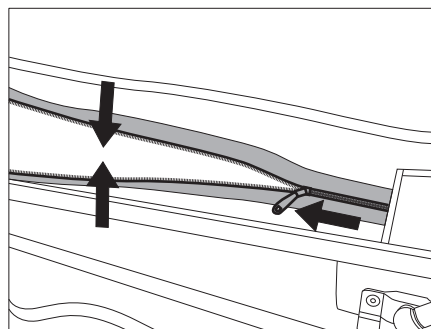

Figura 49 Descargar la cremallera
- ▷ Al cerrar la cremallera, tirar del techo elevable hacia abajo para que la cremallera no esté bajo tensión (Figura 49).